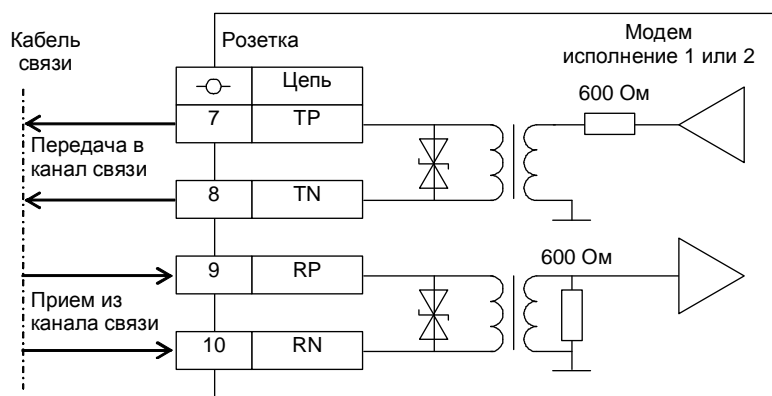

Рисунок 5 – Схема линейных узлов стыка C1-ТЧ модема исполнения 1 (или 2 для варианта А)
- вариант А (рисунок 5) – четырехпроводное окончание – цепи приема и передачи изолированы между собой;